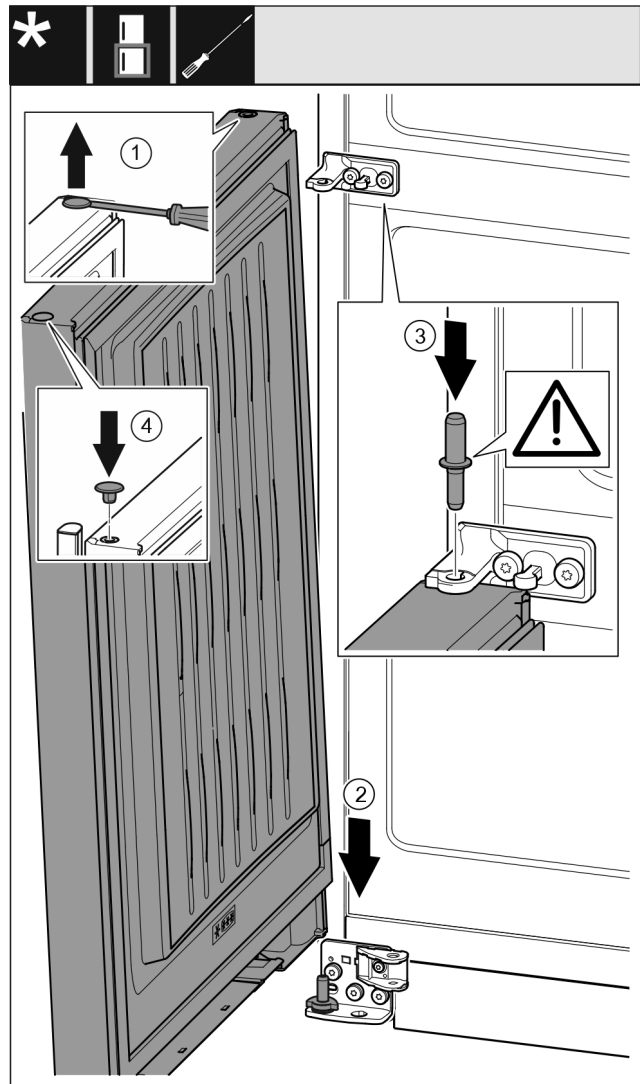

Fig. 57
- Soulever et retirer avec précaution les caches Fig. 57 (1) avec un tournevis plat.
- Placer la porte Fig. 57 (2) depuis le haut sur l'axe de palier inférieur.
- Insérer l'axe de palier central Fig. 57 (3) dans le support de palier central de la porte inférieure. Veiller à ce que l'ergot soit orienté vers l'arrière.
- Replacer les caches Fig. 57 (4) de l'autre côté de la porte.